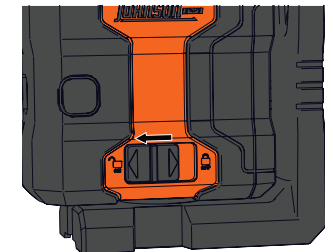

Figure 5 / Figure 5 / Figura 5
1. Slide the locking compensator/power switch to the left to the unlocked (ON) position to power on the unit. **NOTE: The unit must be within $\pm 4^\circ$ of level for the self-leveling feature to function properly. If the unit is beyond its 4° self-leveling range, the laser will not self-level, the laser will flash, and the level indicator status light will flash red.**
2. Slide the locking compensator to the right to the locked (OFF) position to power off the unit. See figure 5.
1. Faites glisser le compensateur de verrouillage / interrupteur d'alimentation vers la gauche jusqu'à la position déverrouillée (ON) pour allumer l'appareil. **REMARQUE : L'appareil doit se trouver à $\pm 4^\circ$ de niveau pour que la fonction d'auto-nivellement fonctionne correctement. Si l'appareil est au-delà de sa plage d'auto-nivellement de 4° , le laser ne s'auto-nivellera pas, le laser clignotera et le voyant d'état de l'indicateur de niveau clignotera en rouge.**
2. Faites glisser le compensateur de verrouillage vers la droite jusqu'à la position déverrouillée (OFF) pour éteindre l'appareil. Voir figure 5.